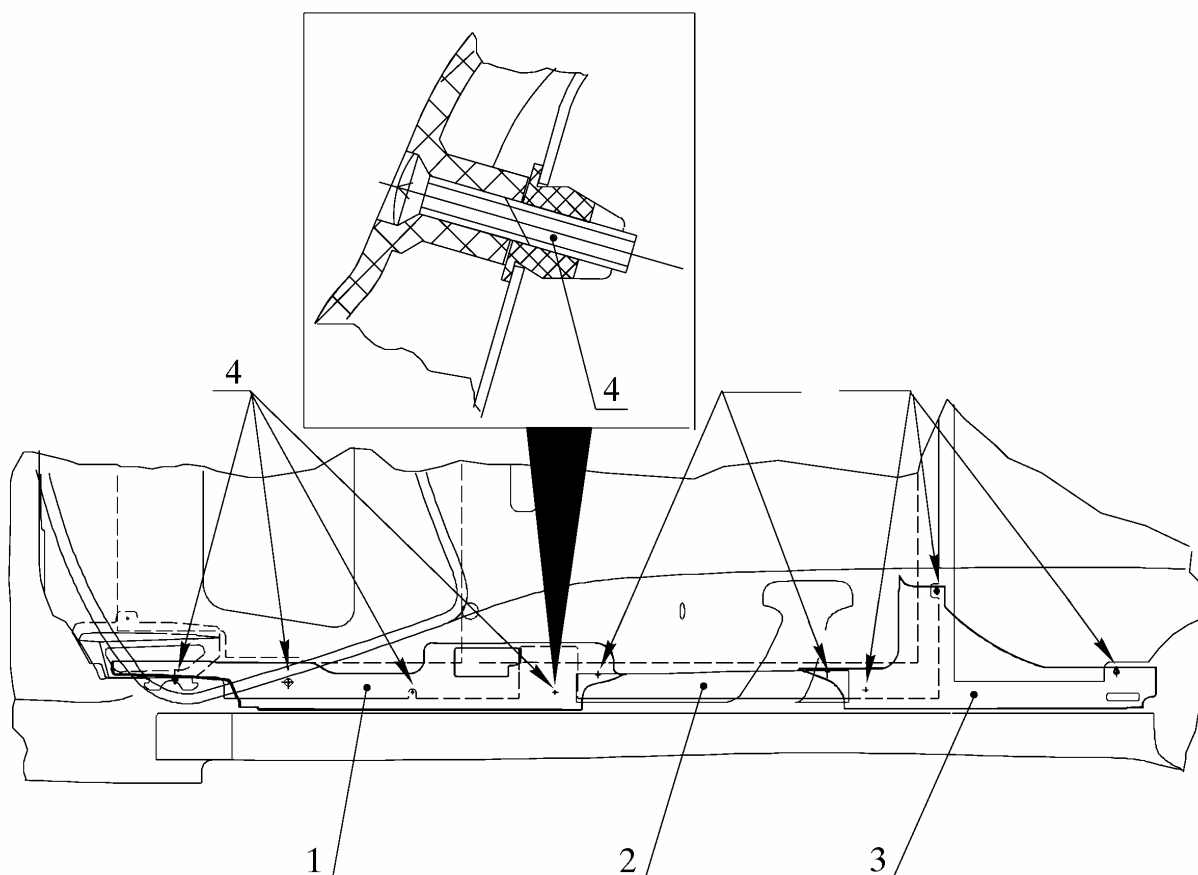

Рис. 7. Снятие накладок передней левой и задней левой порога пола, отсоединение нижнего края обивки средней стойки боковины нижней левой:
3.9. Снять накладку 1 переднюю левую (рис. 7) порога пола, отвинтив четыре винта 4